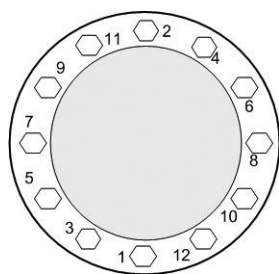

Figure 28 — Ordre de serrage des vis supérieures de l'enveloppe de la pompe
22. Serrer les 12 vis dans l'ordre (fig. 28) et au couple indiqués (v. Données techniques, page 8).